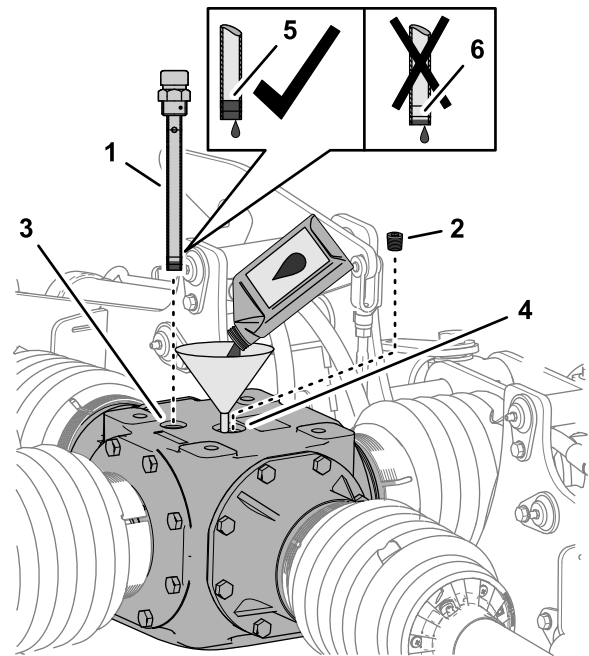

Figure 55
1. Retirez la jauge de l'orifice au sommet du boîtier d'engrenages central et essuyez la jauge (**Figure 55**).
2. Enlevez le bouchon de remplissage de l'orifice de remplissage en haut du boîtier d'engrenages (**Figure 55**).
3. Dans l'orifice de remplissage, ajoutez 1 774 mL du lubrifiant pour engrenages spécifié (**Figure 55**).
4. Vissez la jauge dans l'orifice, retirez la jauge et vérifiez le niveau de lubrifiant (**Figure 55**).
6. Revissez la jauge dans l'orifice de remplissage et serrez-la (**Figure 55**).
7. Remettez le bouchon de remplissage sur l'orifice de remplissage et serrez le bouchon (**Figure 55**).